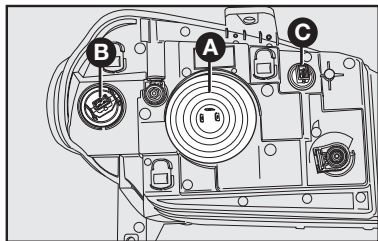

fig. 15
- 2) Puxar a tampa **A-fig. 15** para trocar a lâmpada do farol alto/baixo e retirá-la:
- 6) Recolocar a tampa **A-fig. 15**.
- 1) Girar o porta-lâmpada **B-fig. 15** no sentido anti-horário e retirá-lo.
- 3) Substituir a lâmpada e recolocar o porta-lâmpada **B-fig. 15**, girando-a no sentido horário.
- 1) Girar o porta-lâmpada **C-fig. 15** no sentido anti-horário e retirá-lo.
- 2) Puxar o porta-lâmpada **C-fig. 15** para retirá-la de sua sede.